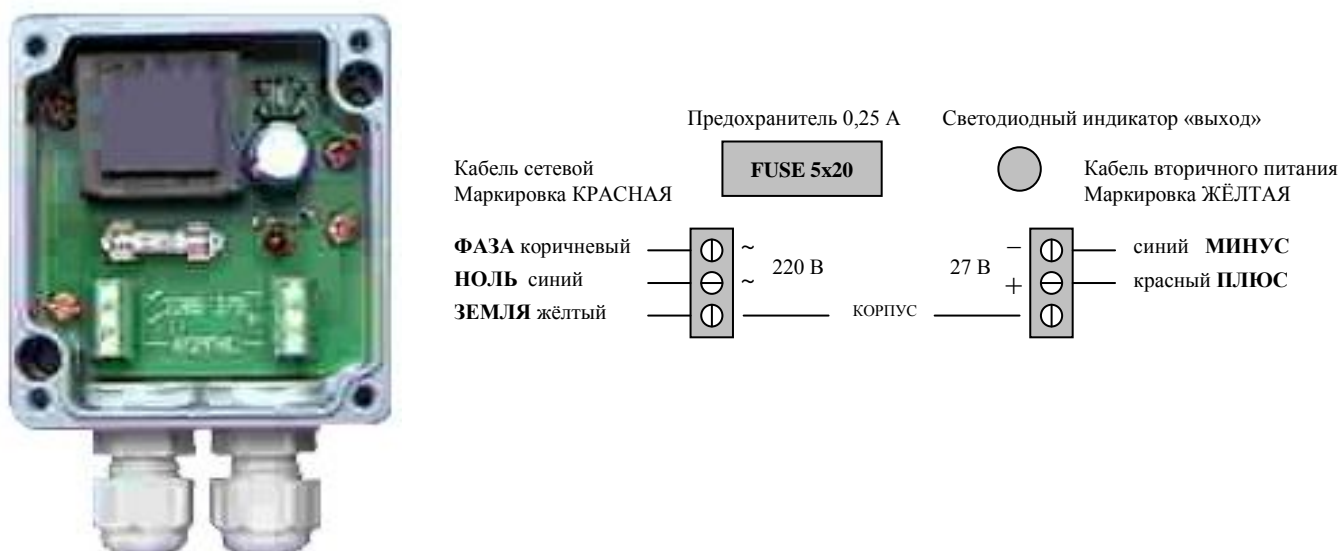

Рис. 8.3. Вид модуля питания со снятой крышкой и схема подключения.
8.3.2. Корпус модуля питания (МП) выполнен в герметичном алюминиевом корпусе со съёмной крышкой (рис. 8.3). Крышка снабжена мягкой герметизирующей прокладкой и крепится к корпусу с помощью четырёх невыпадающих винтов из нержавеющей стали. На боковой поверхности корпуса закреплены два герметичных ввода для кабеля сетевого и кабеля вторичного питания. Кабели продеваются в герметичные вводы и фиксируются в них путём завинчивания стягивающей гайки ввода.